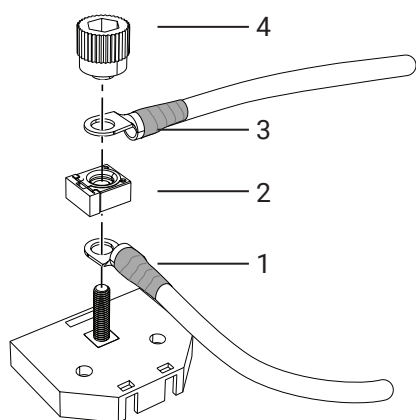
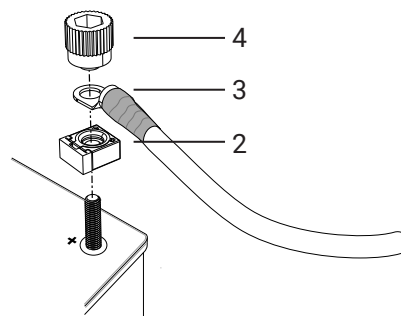

Abbildung 79. Anschließen an den Sicherungskasten
Abbildung 80. Anschließen an den Pluspol der Batterie
2. Stellen Sie ggf. sicher, dass sich der Kabinenschalter (CS) in der Position AUS befindet.
3. Schließen Sie bei Verwenden eines Sicherungskastens das Kabel (1) an den Pluspol der Batterie sowie an den Sicherungskasten an. Positionieren Sie dann die Sicherung (2) darüber, siehe Abbildung 79.
4. Positionieren Sie bei direktem Anschließen an den Pluspol der Batterie die Sicherung (2) auf dem Pluspol, siehe Abbildung 80.
5. Schließen Sie das Hauptstromkabel (3) an den Sicherungskasten bzw. den Pluspol an, siehe Abbildung 79 – Abbildung 80.
6. Schrauben Sie die Kabelanschlüsse und die Sicherung mit dem Drehknauf (4) fest an. Die Kabel werden in einem Winkel von 90° bzw. 180° voneinander montiert. Die Sicherung wird im rechten Winkel zu den Kabeln angebracht, siehe Abbildung 79 – Abbildung 80.